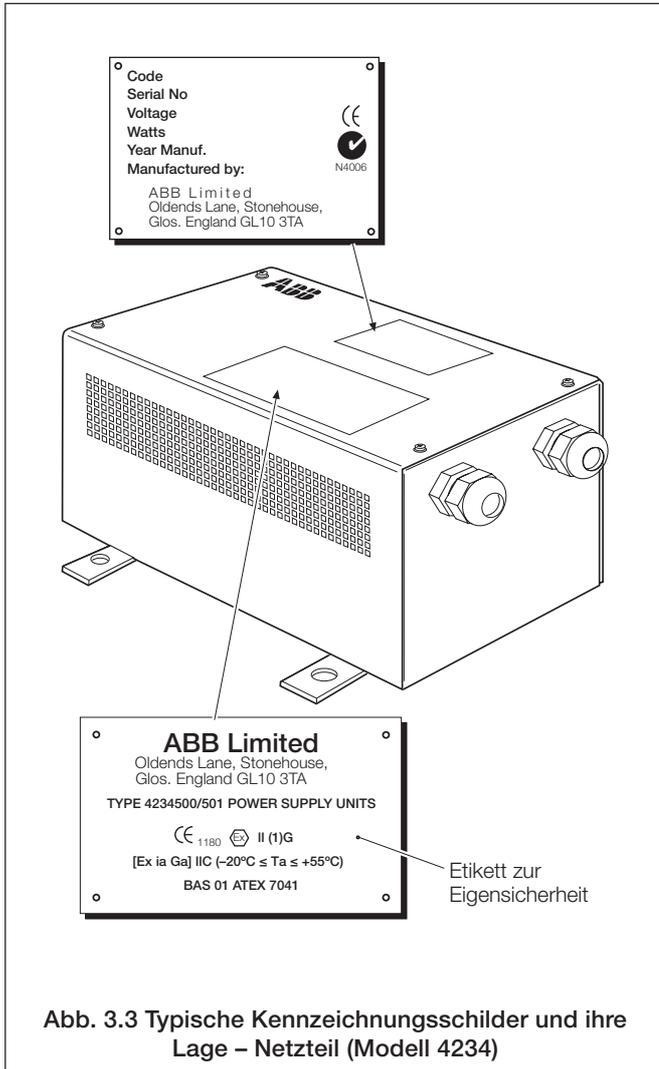

Abb. 3.3 Typische Kennzeichnungsschilder und ihre Lage – Netzteil (Modell 4234)
Netzteile (SV) – Abb. 3.3**
3.1.3 Netzteil (Modell 4234) – Abb. 3.3